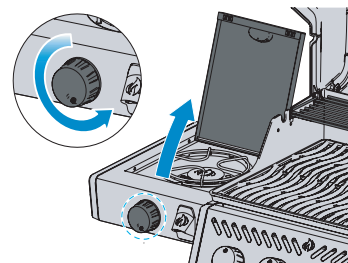

Fig. 2
5. Hvis brænderen ikke vil tænde - drej brænderkontrolknappen med uret til SLUK-positionen. Vent fem minutter. Gentag trin 3 og 4. (Fig.2)